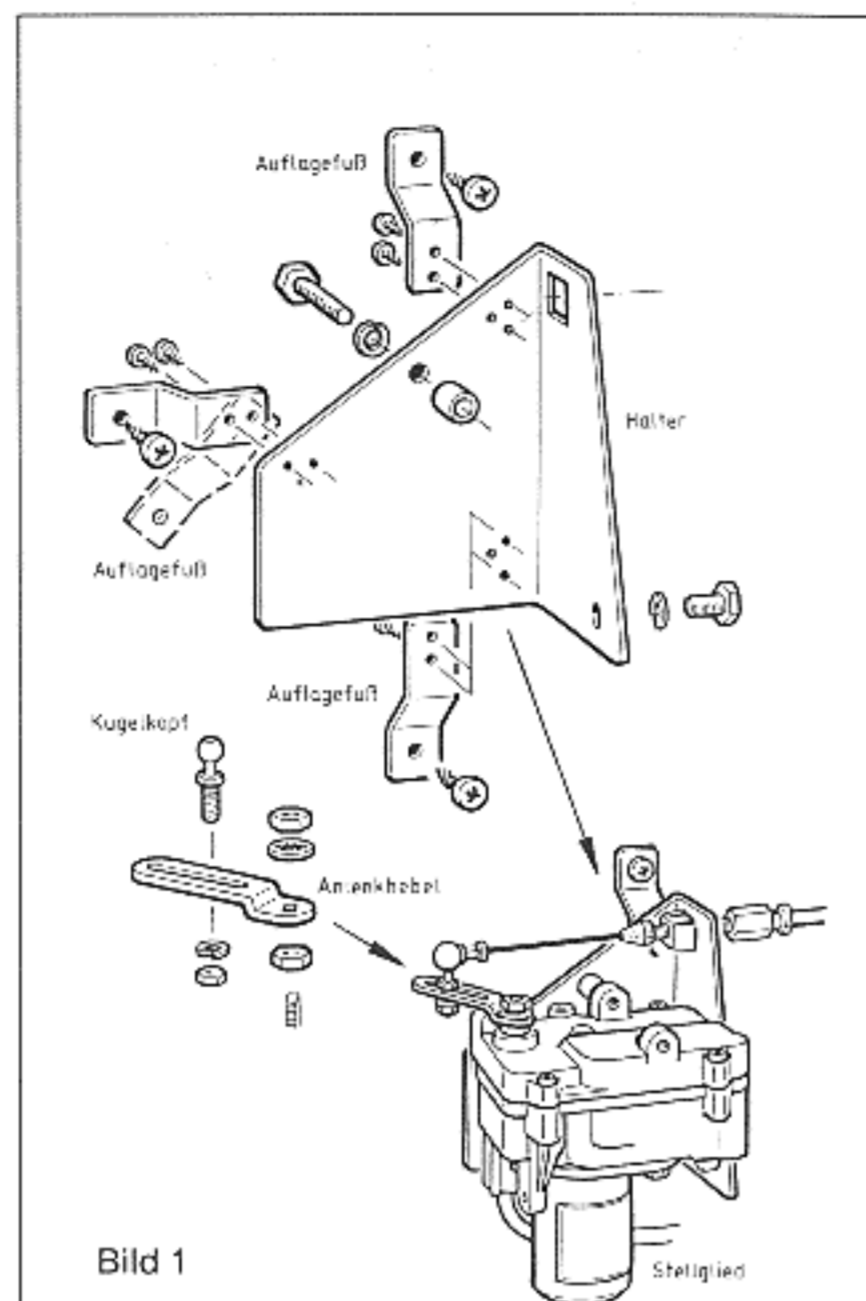

Bild 1
1. Vor dem Einbau Stellglied vormontieren. Halter am Stellglied befestigen (Bild 1), dann Anlenkhebel montieren, Auflagefüße noch nicht befestigen.
3. Auflagefüße am Stellgliedhalter zur Befestigung an der Karosserie montieren. Die Auflagefüße werden entsprechend der Lage der Befestigungsstelle an der Karosserie individuell (Bild 1) montiert.